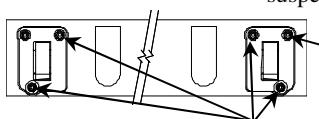

Figure 2. Retirer les écrous à embase (4).
1. Retirer la garniture de carénage inférieur à l'arrière du véhicule en retirant les pièces de fixation (5) et les rivets en plastique (2) qui fixent le carénage de base au véhicule. Percer le centre de la tête des rivets à l'aide d'un petit poinçon ou d'une pointe affilée. Glisser soigneusement le tournevis ou l'outil de finition entre les panneaux couvrant les rivets desserrés et retirer la tête de rivet restante. En se frayant un chemin depuis l'extérieur (emplacement de rivet), tirer lentement la garniture de carénage vers le haut.
2. Au besoin, retirer ou desserrer les panneaux de garniture arrière (2) à la base du véhicule pour obtenir plus de dégagement pendant l'installation de l'attelage.
4. Retirer les écrous à embase (4) du parechoc. Voir la Figure 2.